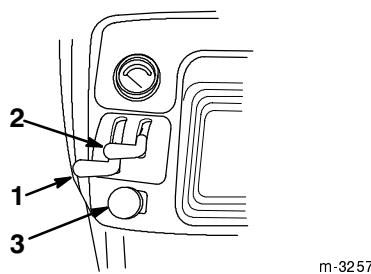

Abbildung 11
3. Den PTO-Schalter (Mähwerk) auf OFF stellen (Abb. 11).
4. Den Choke-Hebel auf ON stellen (wenn der Motor kalt ist) (Abb. 11).
5. Den Gashebel halb auf FAST stellen (Abb. 11).
- Wenn der Motor angesprungen ist, den Choke-Hebel auf OFF stellen (Abb. 11). Wenn der Motor aussetzt oder stottert, den Choke-Hebel für ein paar Sekunden zurück auf ON stellen. Dann den Gashebel auf die gewünschte Position stellen. Diesen Vorgang nach Bedarf wiederholen.
- Den Gashebel auf SLOW (langsam) stellen (Abb. 11).